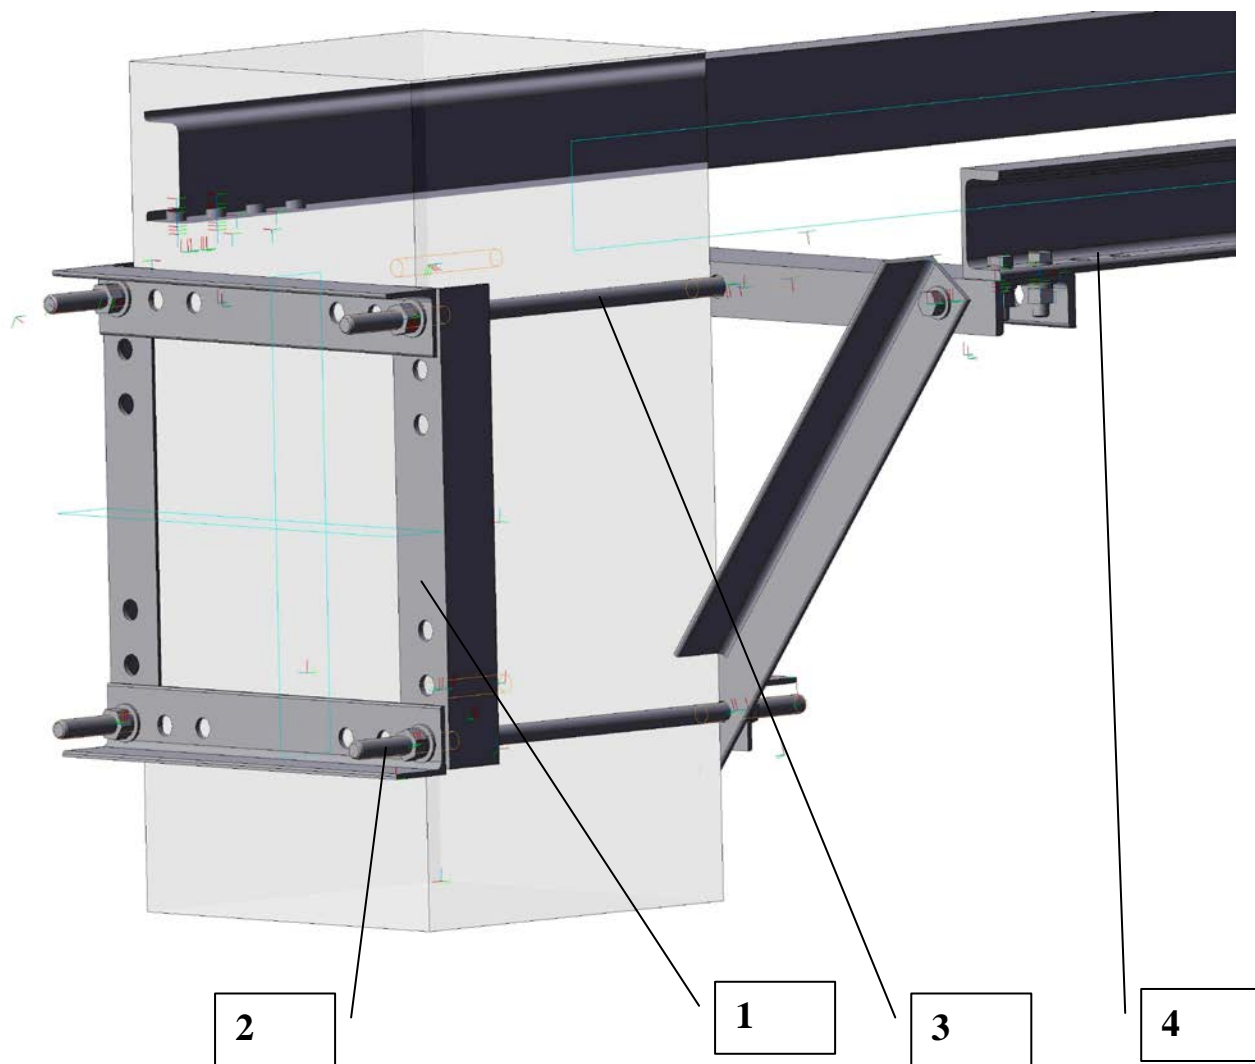

Рисунок 4
- 8.1 Закрепить на столбах раму модуля ПСС-СЭЩ (Рисунок 4):
- на 2 столба на необходимом уровне от земли закрепить уголки поз.1 (5 штук на столбе) с помощью 2-х шпилек поз.2 (см. Рисунок 4);